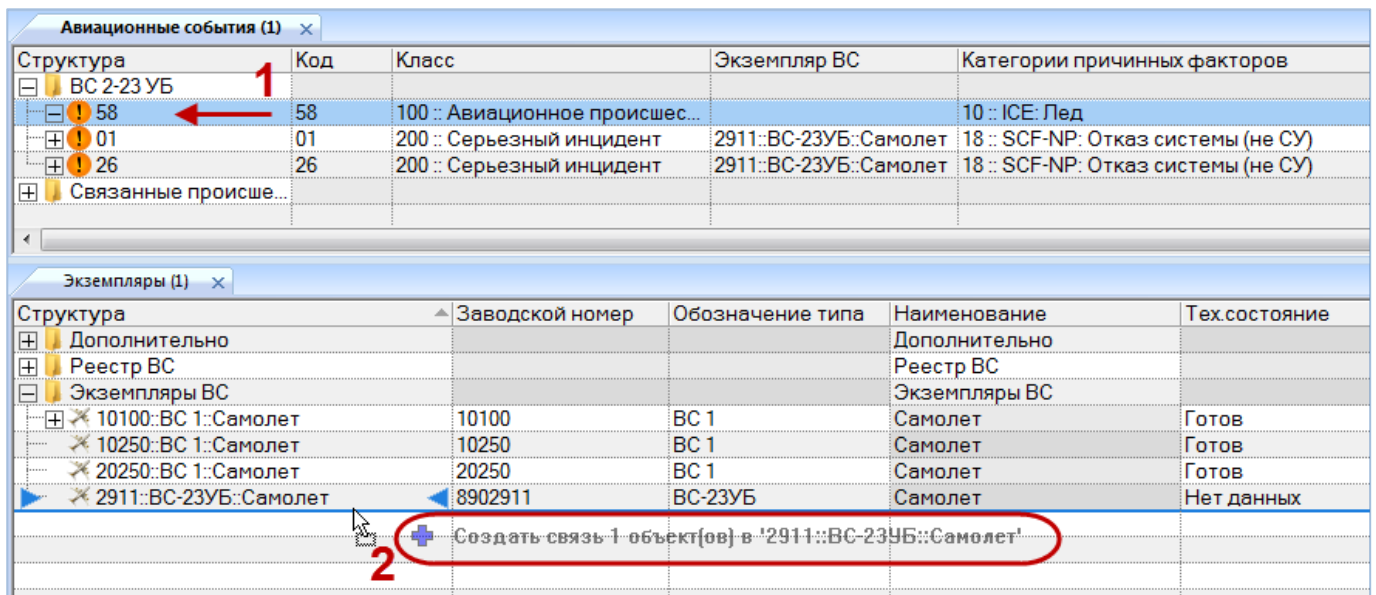

Рис. 13-427 – Переместить авиационное событие на экземпляр ВС
- 2) Выбрать авиационное событие, затем переместить событие из рабочего окна «Авиационные события» на экземпляр изделия в рабочее окно «Экземпляры» (рис. 13-427).